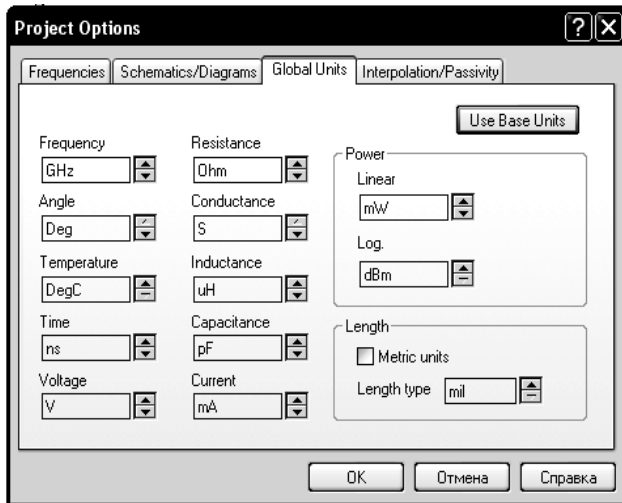

Рис. 3.1
1. Выберите **Options>Project Options** (Опции>Опции проекта) в выпадающем меню. Откроется диалоговое окно **Project Options** (рис. 3.1).
3. Установите нужные единицы измерения, щёлкая по стрелкам, справа от поля ввода соответствующей единицы так, чтобы они соответствовали показанным на рис. 3.1, снимите флажок в поле **Metric units** (Метрические единицы), установите **mil** в поле **Length type** и нажмите **OK**.